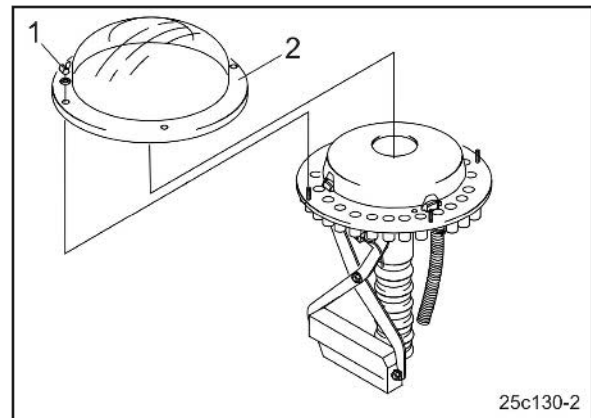

Fig. 110
4. Flügelmutter (Fig. 110/1) lösen und die durchsichtige Kunststoffkappe (Fig. 110/2) vom Verteilerkopf abziehen.
6. Kunststoffkappe (Fig. 110/2) montieren.
7. Kunststoffkappe mit Flügelmutter (Fig. 110/1) befestigen.